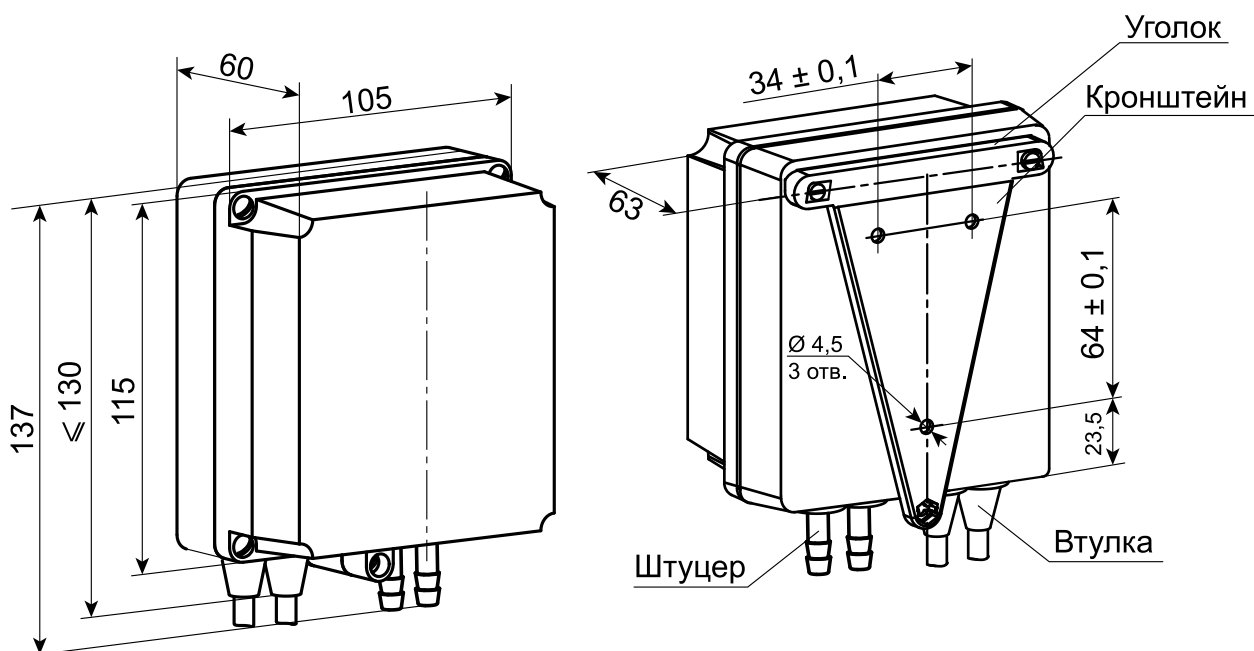

Рисунок 4.3 – Габаритные и установочные размеры преобразователя настенного крепления
1. Закрепить кронштейн тремя винтами М4×20 на подготовленной поверхности, см. рисунок 4.3 и рисунок 4.2, а.